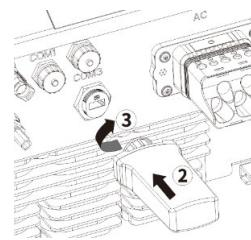

Abb. 19: WLAN-Stick anschließen
- 4 Netzwerkkabel in COM1 oder COM2 einstecken (s. Abb. 19. Abfolge und Pfeilrichtungen beachten)